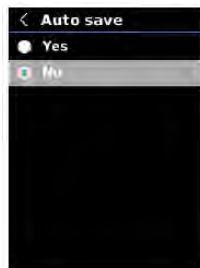

Fig. 21
2. Appuyez sur les boutons  et  pour activer (Yes) ou désactiver (No) la fonction de sauvegarde automatique (Fig. 21).